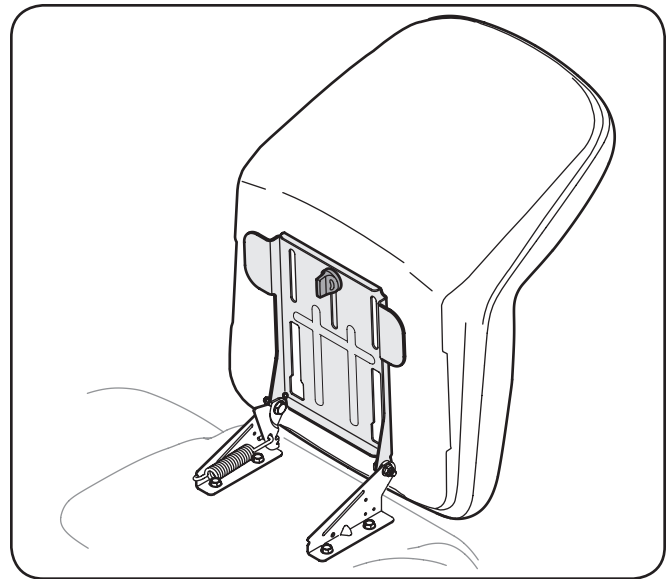

Figure 3-4
1. Coloque los tornillos con reborde (*que se encuentran en la base del asiento*) dentro de las aberturas de ranura del soporte de pivote del asiento. Vea la Fig. 3-4.
3. Seleccione la posición deseada para el asiento, y seguro con la perilla de ajuste quitada antes. Vea la Fig. 3-4.